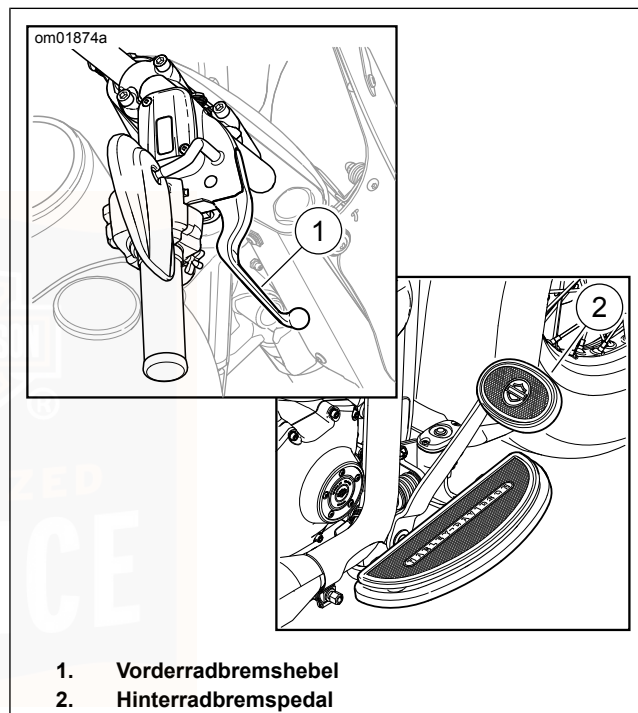

Abbildung 23. Bedienungselemente für Bremsen
Siehe Abbildung 23. Mit dem Vorderradbremshebel (1) wird die Vorderradbremse betätigt. Der Bremshebel befindet sich auf der rechten Lenkerseite. Den Handhebel mit den Fingern der rechten Hand betätigen.
Siehe Abbildung 23. Mit dem Hinterradbremspedal (2) wird die Hinterradbremse betätigt. Das Bremspedal befindet sich auf der rechten Seite. Das Hinterradbremspedal mit dem rechten Fuß betätigen.